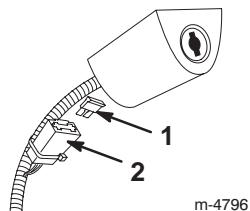

Figura 31
2. Montate il nuovo fusibile, come illustrato nella Figura 31.